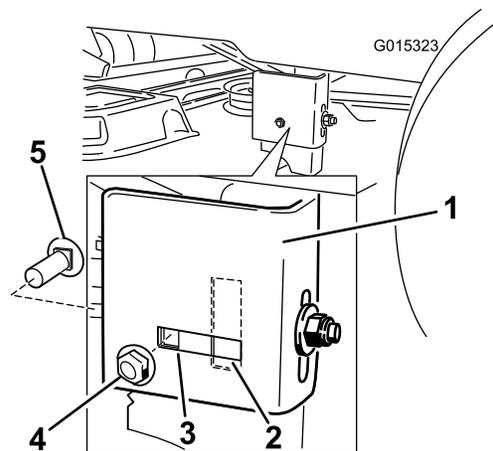

Figure 49
7. Passez au côté gauche de la machine. Retirez le boulon de carrosserie et l'écrou de blocage latéraux de la position fixe et placez-les dans la fente arrière (Figure 49). Ne serrez pas complètement l'écrou de blocage.
- Desserrez l'écrou de blocage arrière sur le support jusqu'à ce qu'il soit possible d'ajuster le support (Figure 49).